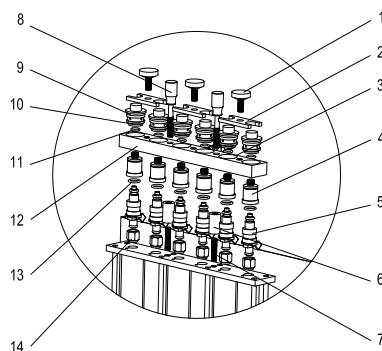

Figura 07
- Instalar o distribuidor de combustível e o injector no suporte do distribuidor de combustível com um parafuso ajustável adequado e porcas serrilhadas, e apertar dois parafusos de rosca(pretos). Ver Figura 07.